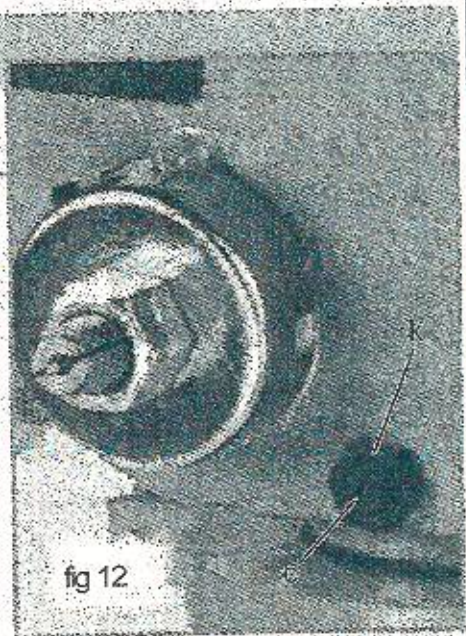

fig 12
- Desserrer l'écrou de blocage sur le côté inférieur gauche de la tête de la perceuse (k, fig 12) derrière la jauge de profondeur.
- Tournez la vis (c, fig 12) dans le sens horaire pour éliminer le jeu, mais pas trop pour ne pas de limiter le mouvement vers le haut et vers le bas de la l'axe. Un peu de jeu est normal.